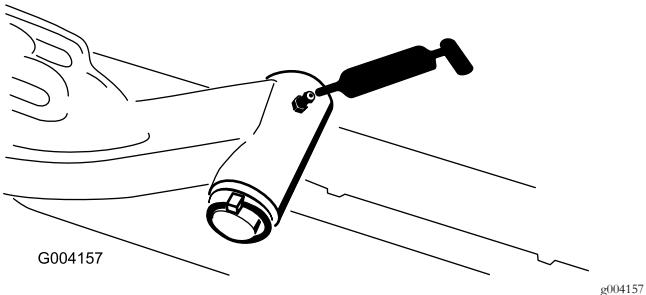

Figura 32
- Eixo das articulações do braço de elevação (1 cada)—Figura 32